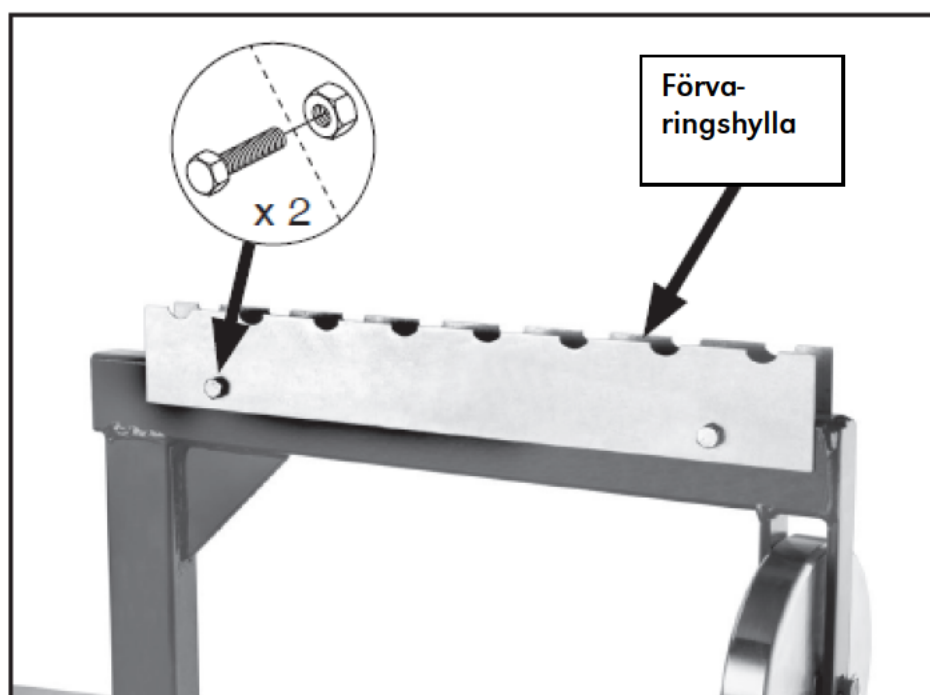

Bild 9. Förvaringshyllan på plats
6. Fäst det nedre hjulets förvaringshylla på ramen med (2) 1/4"-20 x 1 1/4" sexkantsbultar och (2) 1/4"-20 sexkantsmuttrar (se bild 9).